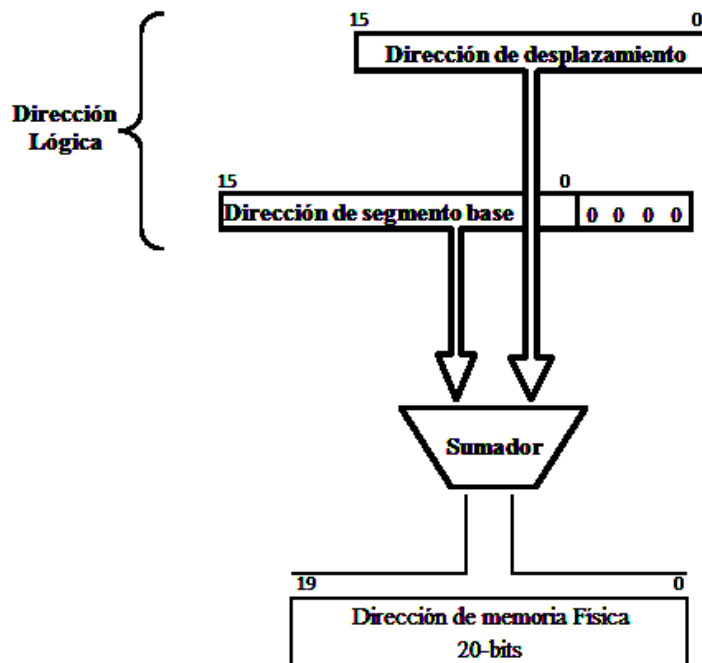

Figura 2.7: Dirección Física en Modo Real
- Dirección física en modo real 20 bits (Figura 2.7).